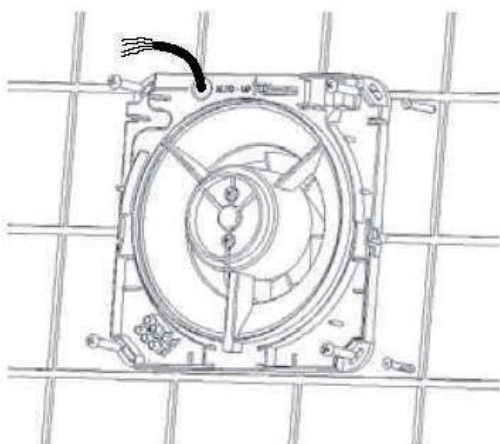

Figura 10
3. Fixați suportul motorului la orificiul de evacuare cu șuruburi și dibluri adecvate (Figura 10).